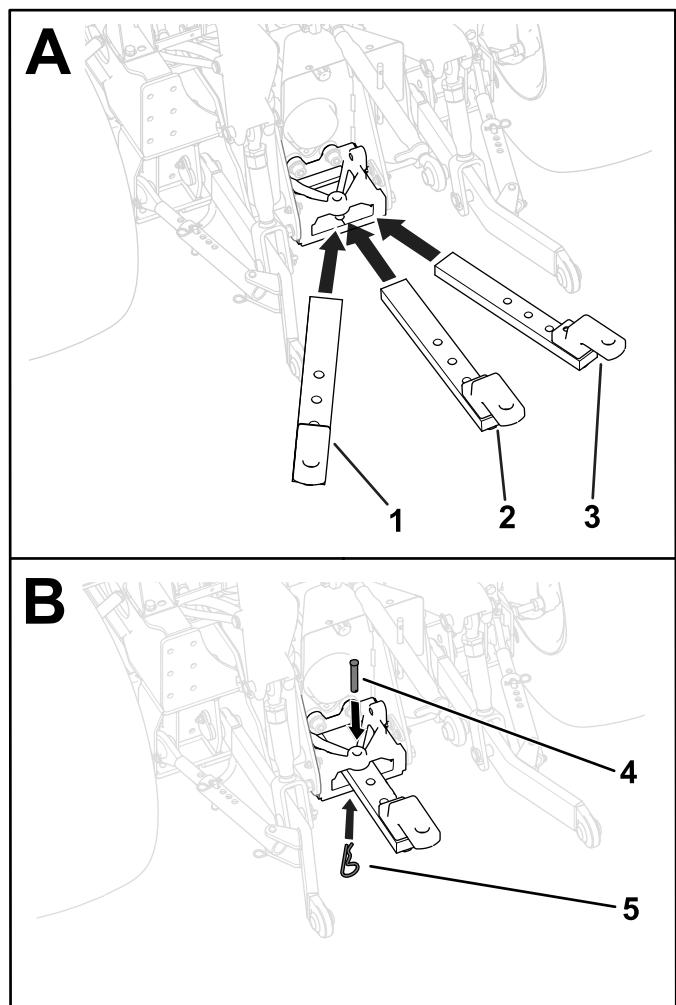

Figure 21
Vous pouvez monter la barre d'attelage déportée à gauche, déportée à droite ou centrée (Figure 21). Déterminez la position correcte de la barre d'attelage pour votre outil, puis montez la barre d'attelage comme suit :
- Insérez la barre d'attelage dans son support (Figure 21).
- Fixez la barre d'attelage au support en insérant l'axe de chape dans l'un des trois trous de montage de la barre et en bloquant l'axe avec la goupille fendue (Figure 21).